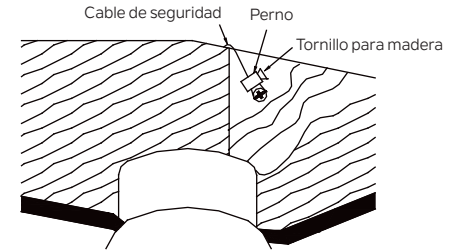

Figura 12
**Paso 2.** Inserte el cable de seguridad a través del soporte de montaje y uno de los orificios de la caja de salida en el techo. Ajuste la longitud del cable de seguridad para alcanzar el tornillo y las arandelas tirando del cable adicional a través de la abrazadera del cable hasta que la longitud total sea la correcta, vuelva a colocar el extremo del cable a través de la abrazadera del cable, formando un bucle en el extremo del cable. Apriete firmemente la abrazadera del cable. Ahora, coloque el lazo en el extremo del cable de seguridad sobre el tornillo para madera y debajo de la arandela. Apriete firmemente el tornillo para madera. (Figura 12)